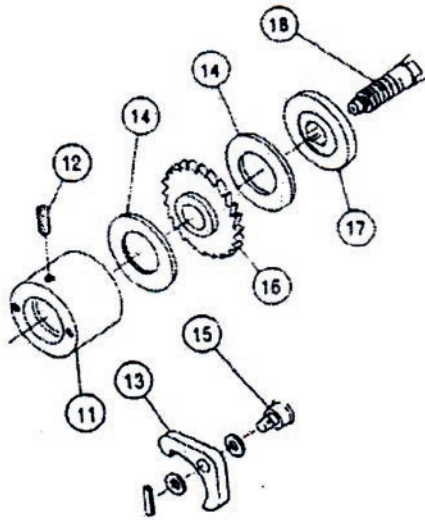

Fig. 8
- b) - Cuando el espesor de los discos de frenado (No. 14) se han desgastado de 3.5 mm a 2.6 mm, estos discos necesitan ser reemplazados (ver fig. 8). Cuando se está ensamblando, ponga atención a la superficie de contacto entre los discos y sus partes de fricción vecinas. Que no haya agua o grasa. Conserve el área de frenado limpia y seca.